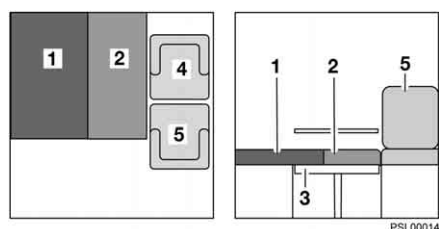

Bild 43 Nach dem Umbau
- Das Sitzpolster (Bild 43,2) auf den Tisch ziehen.
- Das Rückenpolster (Bild 43,1) auf die Sitzbank legen.
- Den Beifahrersitz (Bild 43,5) so weit wie möglich zur Fahrerseite schieben.
- Den Fahrsitz (Bild 43,4) möglichst nahe an den Beifahrersitz heranschieben.